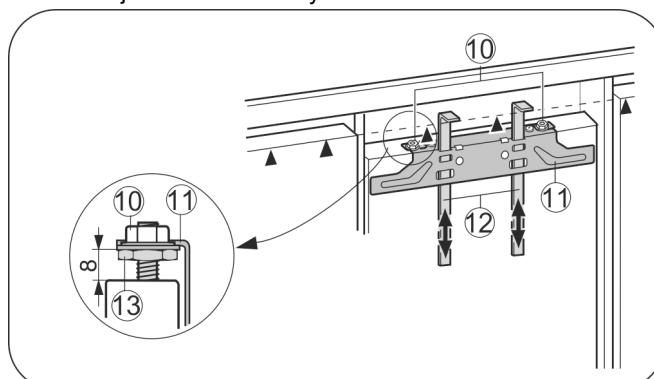

Fig. 25
- Montážne pomôcky Fig. 25 (12) presuňte hore do výšky nábytkových dverí. Spodná hrana dorazu ▲ montážnej pomôcky = vrchná hrana montovaných nábytkových dverí.
- Upevňovaci traverzu Fig. 25 (11) nad poistnými maticami Fig. 25 (10) odskrutkujte.